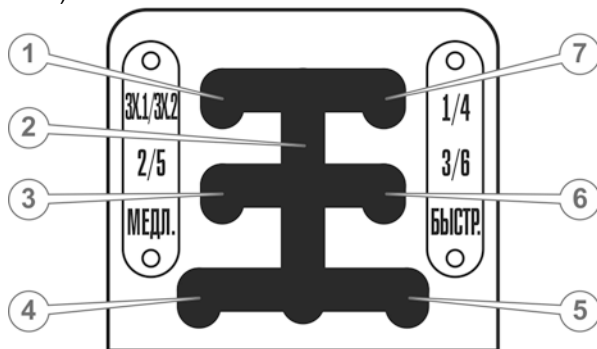

Рис. 4.26.
1. Установить рычаг переключения передач в нейтральное положение (2) (см. рис. 4.26.).
4. Опустить рычаг переключения передач в крайнее нижнее положение и выбрать требуемый диапазон - позиции (4) или (5) (см. рис. 4.26.) (медленно или быстро).
5. Выбрать необходимую передачу: установить рычаг переключения передач в положение (3), (6) или (7) (см. рис. 4.26.), в зависимости от требуемой скорости перемещения (см. табл. 4.1.).
5. Установить рычаг переключения передач в положение (1) (см. рис. 4.26.).